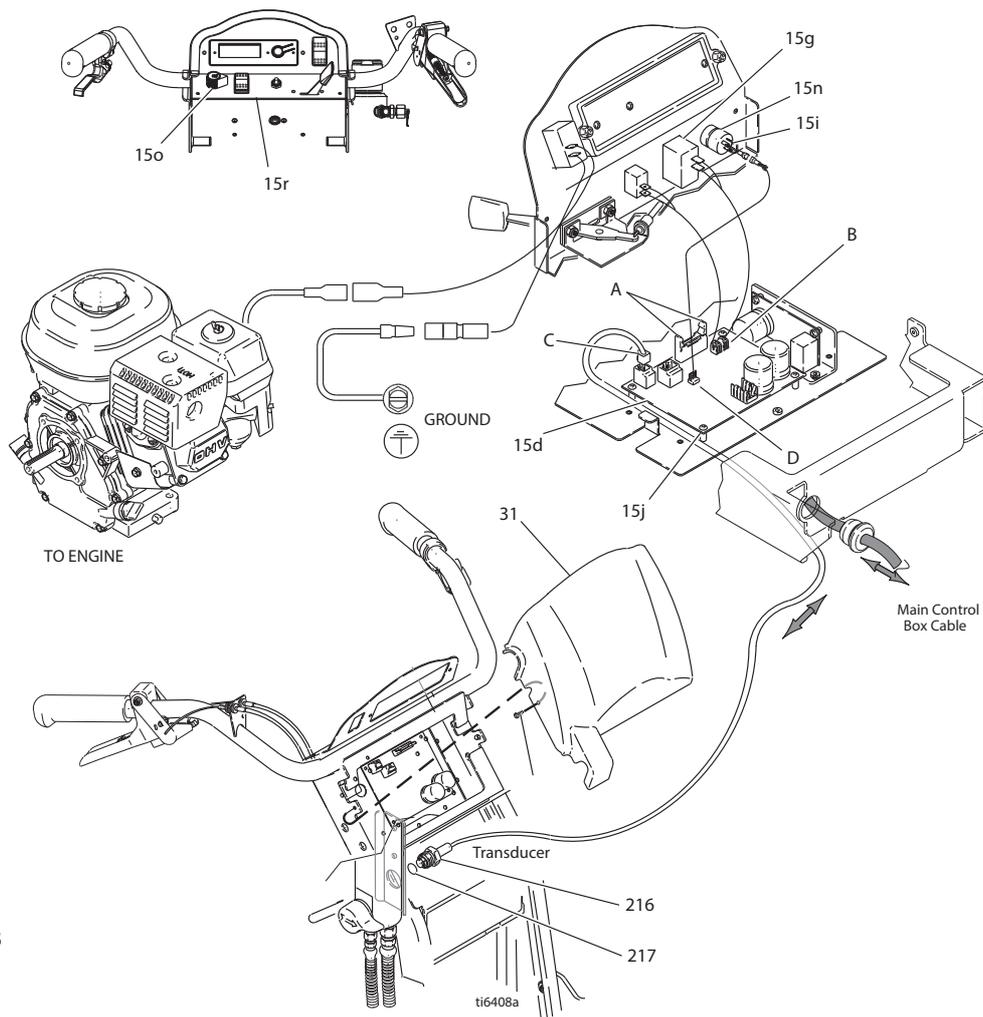

Fig. 13
- 2 Fig. 13. Retire dos tornillos (125) y la cubierta (31).
- 3 Abra las aletas del conector de la pantalla de visualización (A) de la tarjeta del PC y saque el conector de visualización.
- 4 Desenchufe el conector (B) del interruptor de ENCENDIDO/APAGADO (B) de la tarjeta PC.
- 2 Fig. 13. Retire los dos tornillos (125) y la tapa de la pantalla de visualización (31). Abra las aletas del conector de la pantalla de visualización en la tarjeta PC y saque el conector de visualización.
- 3 Fig. 13 y 21. Anote en un papel las conexiones de los hilos conductores en la tarjeta de control. Desconecte los hilos conductores de la tarjeta de control (15d).
- 4 Fig. 13. Retire los cuatro tornillos (15j) de la tarjeta de control (15d).
- 1 Fig. 13. Instale la tarjeta de control (15d) con los cinco tornillos (15j).
- 2 Fig. 13 y 21. Consulte la nota sobre las conexiones de los hilos conductores a la tarjeta de control. Conecte los hilos conductores a la tarjeta de control (15d).
- 3 Fig. 13. Empuje el conector de la pantalla de visualización en la tarjeta PC, cierre las aletas del conector (A) de la pantalla de visualización de la tarjeta de PC. Instale la tapa del dispositivo de control (31) con los dos tornillos (125).
- 2 Fig. 13. Retire los dos tornillos (125) y la tapa de la pantalla de visualización (31).
- 3 Desconecte el hilo conductor del transductor (C) de la tarjeta de control (15d).
- 4 Retire el transductor del dispositivo de control de la presión (216) y la junta tórica (217) del colector del filtro (40).
- 1 Fig. 13. Instale la junta tórica (217) y el transductor del dispositivo de control de presión (216) en el colector del filtro (40). Apriete a un par de 35 - 45 ft-lb.
- 2 Conecte el hilo conductor del transductor (C) a la tarjeta de control (15d).
- 3 Instale la tapa del dispositivo de control (31) con los dos tornillos (125).
- A Desconecte el cable (D) de la tarjeta de control (15d).
- 2 Fig. 13. Instale el potenciómetro de ajuste de presión (15i), la tuerca del eje, la contratuerca y la perilla del potenciómetro (15o).
- 3 Conecte el hilo conductor (D) a la tarjeta de control (15d).
- 4 Instale la tapa del dispositivo de control (31) con los dos tornillos (125).